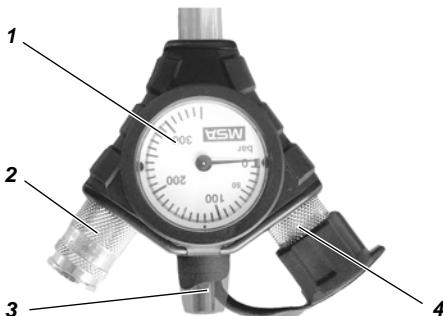

Bild 3 Kombinerad manometer
Den kombinerade manometern (se Bild 3) ansluts till änden på slangen med flera kanaler. Den består av själva manometern (1), anslutningen till den behovsstyrda andningsventilen (2) och en akustisk varningsanordning (3) (visselsignal). En ihållande varningssignal utlöses när tryckluftflaskans tryck sjunker under 55 ± 5 bar. Den andra anslutningen (4) är kopplad till en andra behovsstyrd andningsventil (t.ex. en reservuppsättning).